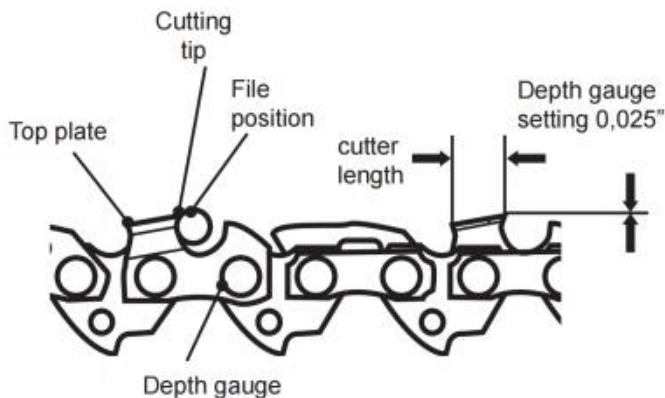

Fig. 75
9. Gebruik een dieptemeter om de hoogte te controleren de dieptemeter. Dieptemeter-meetmallen zijn verkrijgbaar bij meest gerenommeerde gereedschapshandelaren (Fig. 75).